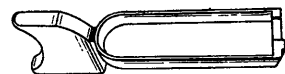

Рис. 66. Спуск со спусковой тягой
**Спуск** (рис. 66) составляет одно целое со спусковой тягой. Он служит для отвода нижней части шептала назад при нажиме пальцем на спуск и для поднимания разобщика кверху, когда тяга находится в переднем положении. Спуск помещается в рукоятке рамки и огражден спусковой скобой. На заднюю стенку тяги надавливает спусковая пружина, удерживающая спуск в пе-